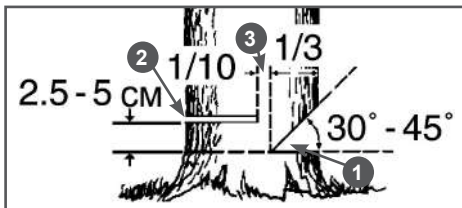

Рис. 11 Расположение запила, пропила и недопила
8. Выберите направления падения дерева, для этого следует учесть силу и направление ветра, естественный наклон дерева, равномерность распределения веток в кроне дерева. Начните пилить с той стороны дерева, куда оно должно упасть (Рис. 11).
Ни в коем случае не допиливать до конца недопил (3) Рис. 11, так как вы не сможете контролировать направление падения дерева.